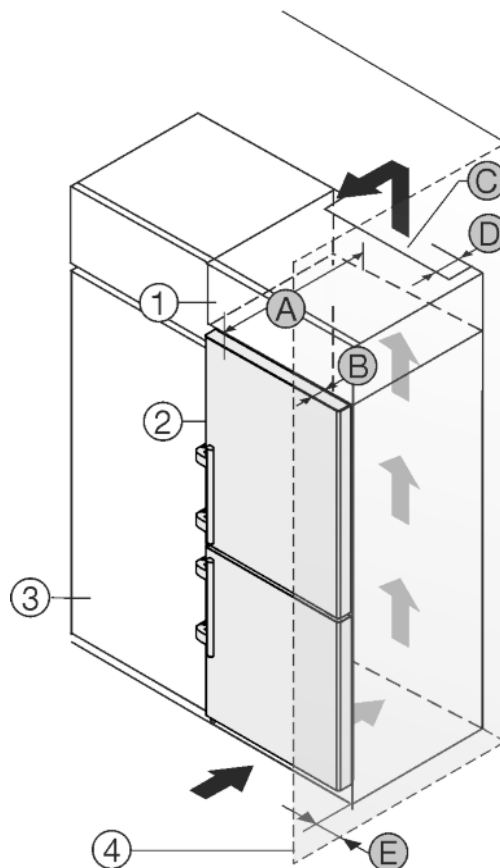

Fig. 45
Устройство может быть окружено кухонными шкафами. Чтобы уравнять устройство *Fig. 45 (2)* по высоте с кухонной стенкой, можно установить над устройством дополнительный шкафчик *Fig. 45 (1)*.
Установить устройство можно непосредственно рядом с кухонным шкафом *Fig. 45 (3)*. Чтобы можно было полностью открыть двери, устройство должно выступать на глубину *Fig. 45 (B)* относительно передней стенки кухонного шкафа. В зависимости от глубины кухонных шкафов и использования пристенных распорок устройство может выступать и больше.
- На задней стенке дополнительного шкафчика должен быть вентиляционный канал с глубиной *Fig. 45 (D)* по всей ширине этого шкафа.
- Нужно соблюдать вентиляционное отверстие *Fig. 45 (C)* под нижней панелью.
Если устройство установлено на шарнирах у стены *Fig. 45 (4)*, то нужно соблюдать расстояние *Fig. 45 (E)* между устройством и стеной. Настолько выступает ручка при открытой дверце.